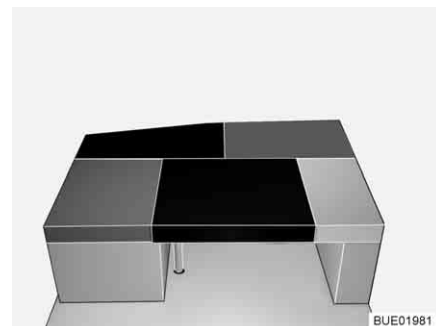

Fig. 149 Después de la transformación
- Colocar el cojín adicional rectangular en la mesa (entre el cojín del asiento y el cojín del respaldo del asiento lateral, véase Fig. 149).